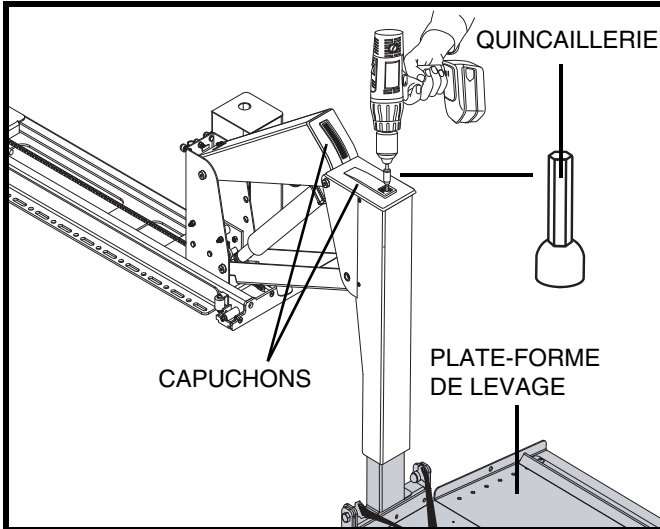

Figure 13. Élever ou abaisser la plate-forme. **NE PAS utiliser l'arbo-flex pour cette opération (Backpacker MV SEULEMENT)**
La plate-forme de levage Backpacker MV peut être élevée/abaissée à partir du point de réglage située au sommet du système de levage (voir la figure 13).
INTERDIT! Lorsque vous utilisez la méthode illustrée dans la figure 13 NE PAS utiliser l'arbre-flex pour élever ou abaisser manuellement la plate-forme. Fixez le matériel nécessaire directement à la perceuse.
1. Fixez l'extrémité appropriée de l'arbre-flex à une perceuse, et selon quelle partie du système de levage vous voulez déplacer, attachez la quincaillerie appropriée à l'autre extrémité de l'arbre-flex. Voir la figure 13, 14, 15, et 16.